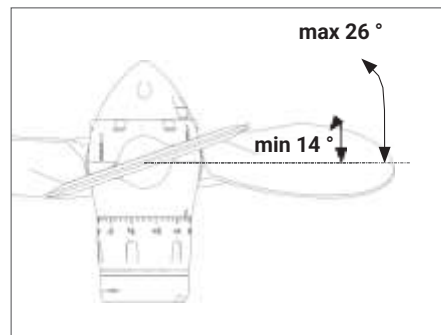

FIG. 26 Plage de réglage standard
- d) Chaque cran de réglage correspond à la variation de l'angle des pales de $0,25^\circ$ et provoque une augmentation ou une diminution d'environ 40-50 tours/min du moteur à la même vitesse du bateau (cette valeur est purement indicative et dépend des caractéristiques du moteur installé) . La plage de réglage standard va d'un minimum de 14° à un maximum de 26° (Fig. 26). Des réglages du pas avec une plage allant de 20° minimum à 32° maximum sont également disponibles pour des applications spéciales.